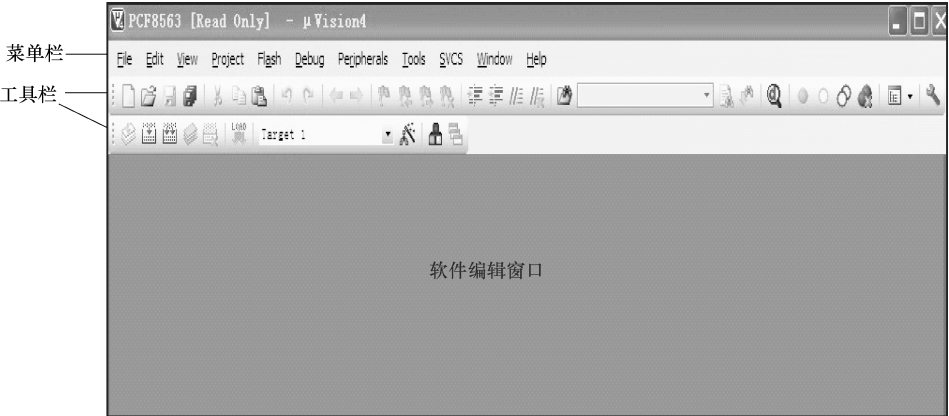
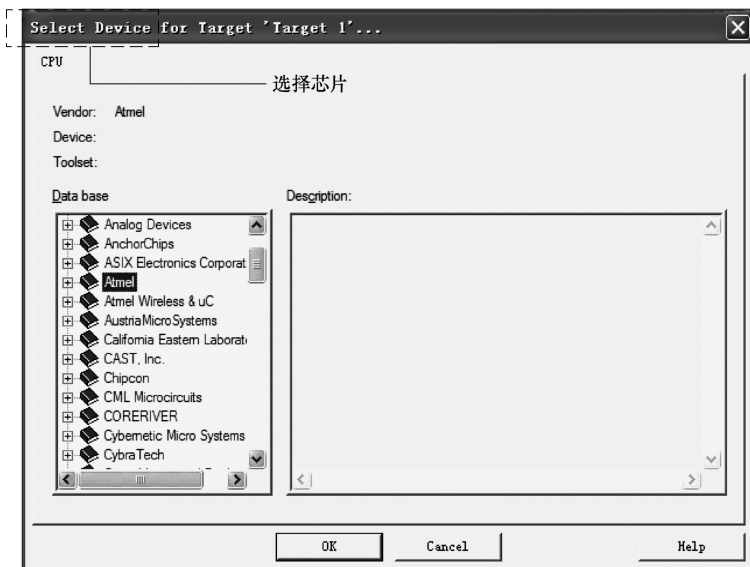

图 1-16 Keil μ Vision4 编译器
图 1-19 选择芯片对话框
双击桌面上 Keil μ Vision4 的图标，启动 Keil μ Vision4 编译器，界面如图 1-16 所示。
框，如图 1-19 所示。
(3) 在弹出的选择芯片对话框（见图 1-19）中，假设我们现在使用的是 Atmel 公司的 AT89C52，所以就应单击 Atmel 左边的“+”，在展开的项目中单击“AT89C52”，再单击【OK】，弹出“询问是否将系统自带的初始化文件添加到你的工程”的对话框，如图 1-20 所示，选择【是】或【否】都可以。这时在图 1-16 所示的主界面的左边的“Project”面板